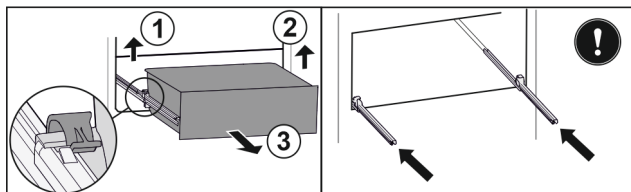

Fig. 96
- ▶ Приподнимите левый зажим и одновременно вытяните движением вперед выдвижной ящик слева. Fig. 96 (1)
- ▶ Приподнимите правый зажим и одновременно вытяните движением вперед выдвижной ящик справа. Fig. 96 (2)
- ▶ Извлеките выдвижной ящик движением вперед. Fig. 96 (3)